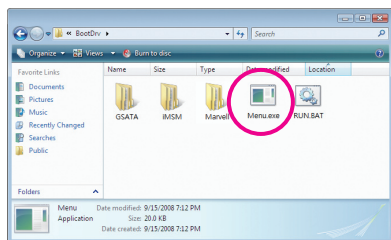
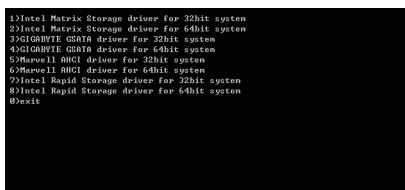

Figure 4
Figure 5
- 2: A partir de votre lecteur de disques optiques, double-cliquez sur le fichier **Menu.exe** dans le dossier **BootDrv** (Figure 4). Une fenêtre Commande d'invite similaire à celle dans Figure 5 apparaîtra.
- 3: Insérez la disquette vierge formatée. En fonction du système d'exploitation à installer, sélectionnez le pilote du contrôleur en appuyant sur la lettre correspondante dans le menu et appuyez sur <Enter>. Par exemple, dans le menu de la Figure 5,
- Pour le Intel P55, sélectionnez **7) Intel Rapid Storage driver for 32bit system** (7) Pilote de stockage Intel Rapid pour système 32-bit) pour le système d'exploitation Windows 32-bit.
- Pour le JMicron JMB362, sélectionnez **3) GIGABYTE GSATA driver for 32bit system** (3) Pilote GIGABYTE GSATA pour système 32-bit) pour le système d'exploitation Windows 32-bit.
- Pour le Marvell 9128, sélectionnez **5) Marvell AHCI driver for 32bit system** (5) Pilote Marvell AHCI pour système 32-bit) pour le système d'exploitation Windows 32-bit (Windows XP uniquement).